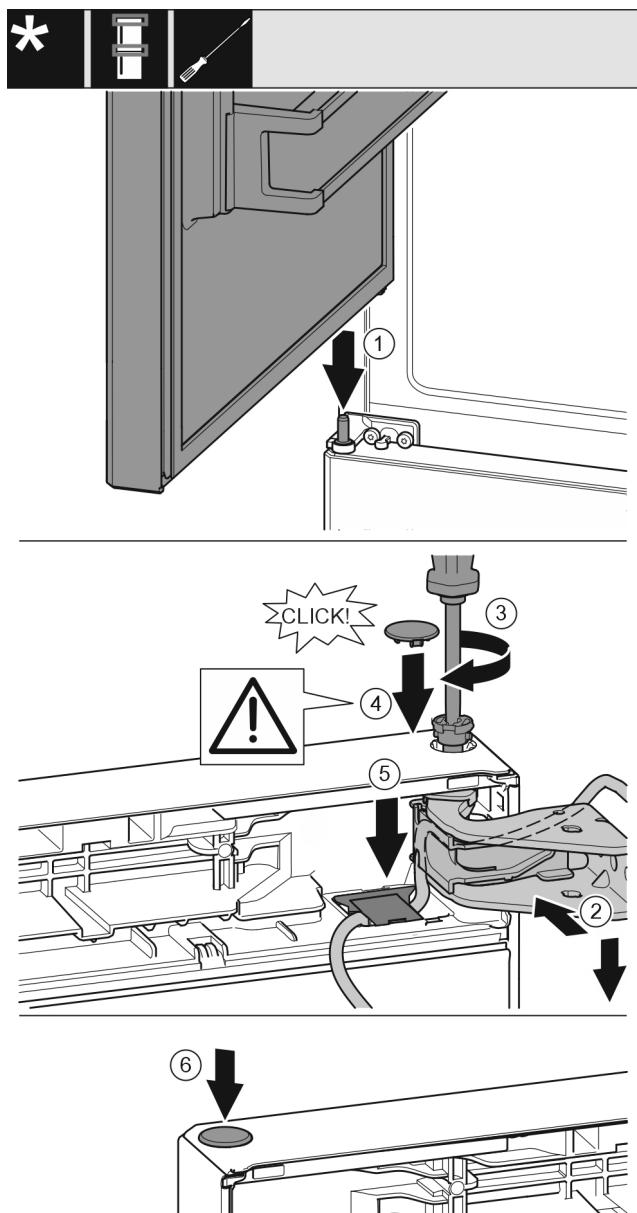

Fig. 42
- Установите верхнюю дверь на средний опорный палец Fig. 42 (1)
- Выровняйте дверь вверху по отверстию в опорном кронштейне. Fig. 42 (2)
- Вставьте палец и затяните отверткой T15. Fig. 42 (3)
- Установите предохранительную крышку для защиты двери: Вставьте предохранительную крышку и проверьте, прилегает ли она к двери. В ином случае вставьте палец полностью. Fig. 42 (4)
- Установите крышку и нажмите вниз до момента фиксации. Fig. 42 (5)
- Вставьте заглушку. Fig. 42 (6)